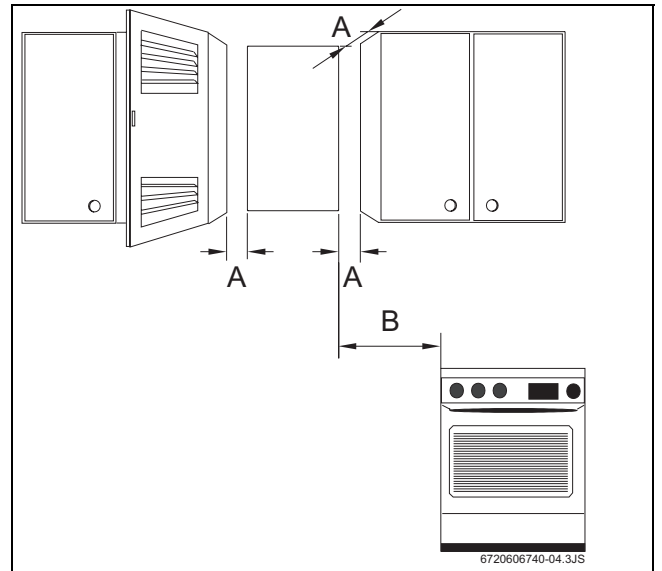

Fig. 10 Distanze minime
- ▶ Assicurare la buona accessibilità nell'apparecchio per le operazioni di manutenzione, rispettando le distanze minime indicate nella →Fig. 10.